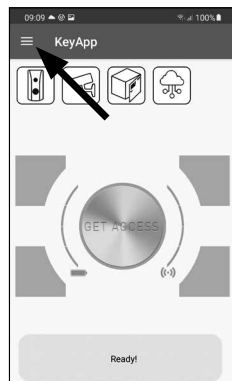

Fig. 87
- ① Open the main menu (Fig. 87).